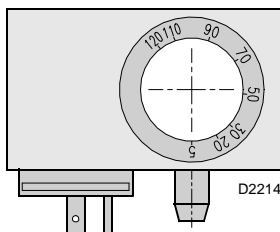

Fig. 19
- regolare il pressostato gas di minima (Fig. 19), posto sulla rampa gas, a inizio scala;